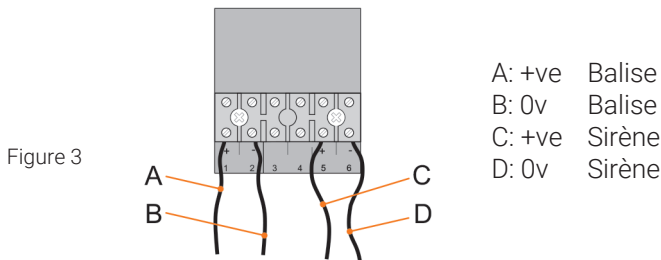

Figure 3
- Connectez les fils selon le schéma du circuit (Figure 3)